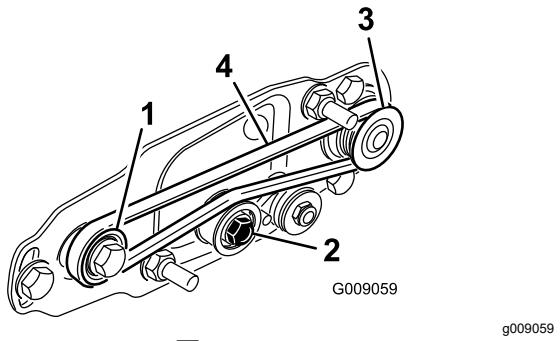

図 26
- A. 駆動プーリにベルトを掛け、次に、アイドラー プーリの上部に掛ける図 26。
- B. 受動プーリからベルトを掛け始める図 26。